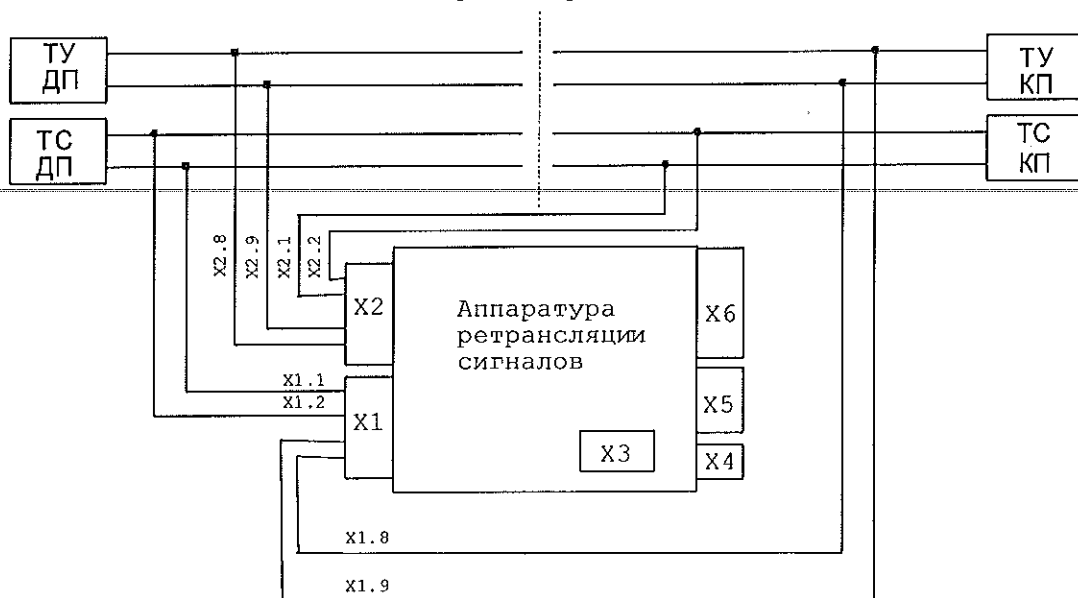

Рис. 1.2 Схема включения устройства в линию связи
5.1.5 Подключить линии связи ТУ – ТС, согласно рис. 1.2, экранированным кабелем «витая пара». Прокладывать кабель связи от бокса ТУ – ТС до разъёмов устройства по кабельным каналам с максимально возможным удалением от силовых кабелей и цепей переменного тока.